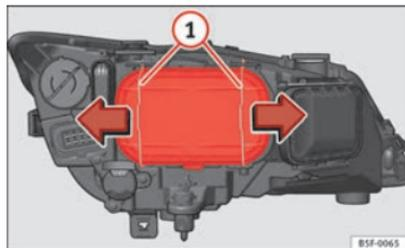

Fig. 180 Feux de croisement
- Déplacez les tirants ⇒ fig. 180 ① dans le sens de la flèche puis retirez le cache.